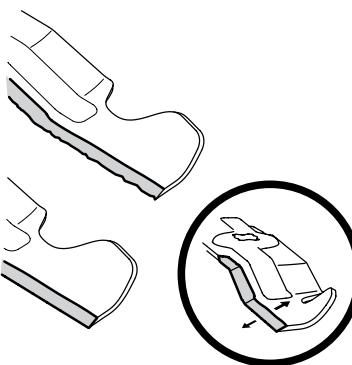

Figura 4-12
- Para afilar la cuchilla de corte correctamente, extraiga cantidades iguales de metal de ambos extremos de las cuchillas a lo largo de los bordes cortantes, paralelo al borde de caída, a un ángulo de 25° a 30°. Afile siempre cada borde de las cuchillas de corte de forma pareja para mantener un equilibrio adecuado entre las mismas. Consulte la Figura 4-12.